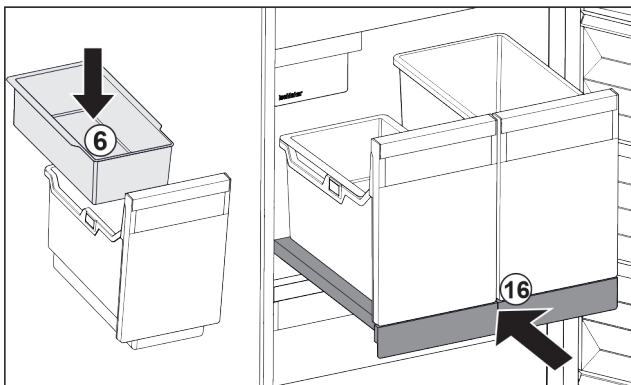

Fig. 25
- ▶ Вставити підвісний лоток Fig. 25 (6) для кубиків льоду.
- ▶ Вставити витяжну панель з резервуаром (IceTower). Fig. 25 (16)